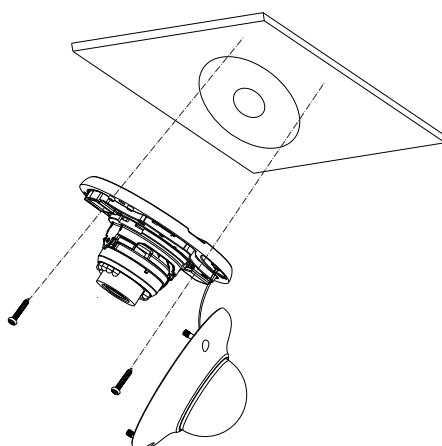

Рис. 5.3. Крепление к поверхности
3. Протяните кабели через отверстия и подключите их к видеокамере. Прикрепите монтажное основание к потолку или стене шурупами (Рис. 5.3).